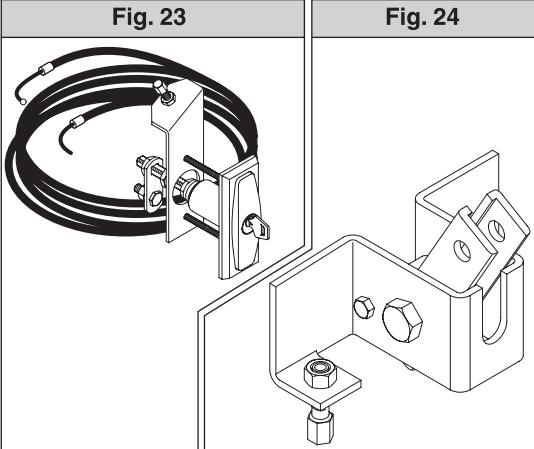

Fig. 24
- ST** Desbloqueio automático dos ferrolhos para portas basculantes de molas. Aplicado ao braço de comando, desengata automaticamente os ferrolhos laterais da porta (**fig.24**).